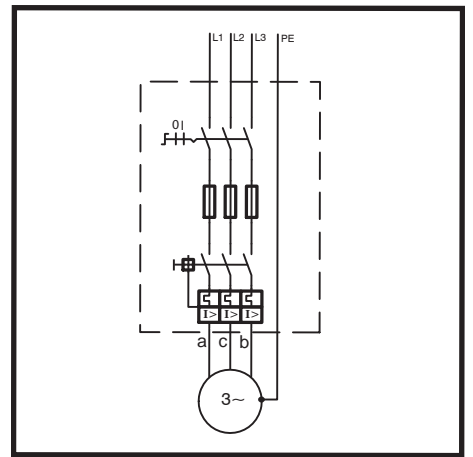

Fig.: 15
1. Conexión trifásica, vea la Fig. 15. Conectar el motor de tal forma que el sentido de giro concuerde con el del grupo. El ejemplo muestra la conexión usual con un campo derecho y un sentido de giro a la izquierda (antihorario).